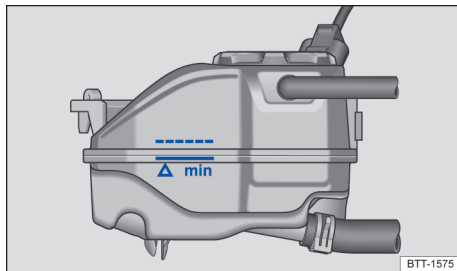

Fig. 151 No compartimento do motor: marcação no reservatório de expansão do líquido de arrefecimento do motor. ▶
- Com o motor frio, verificar o nível do líquido de arrefecimento do motor pela marcação lateral do reservatório → Fig. 151.
- O nível do líquido de arrefecimento do motor deve permanecer dentro da marcação do reservatório → Fig. 151. **Não reabastecer até acima do canto superior da faixa marcada** → Ⓞ!
- Completar com líquido de arrefecimento do motor somente até a borda superior da faixa marcada → Fig. 151. Caso contrário, ao aquecer-se, o líquido excedente será expulso do sistema de arrefecimento do motor e poderá causar danos.